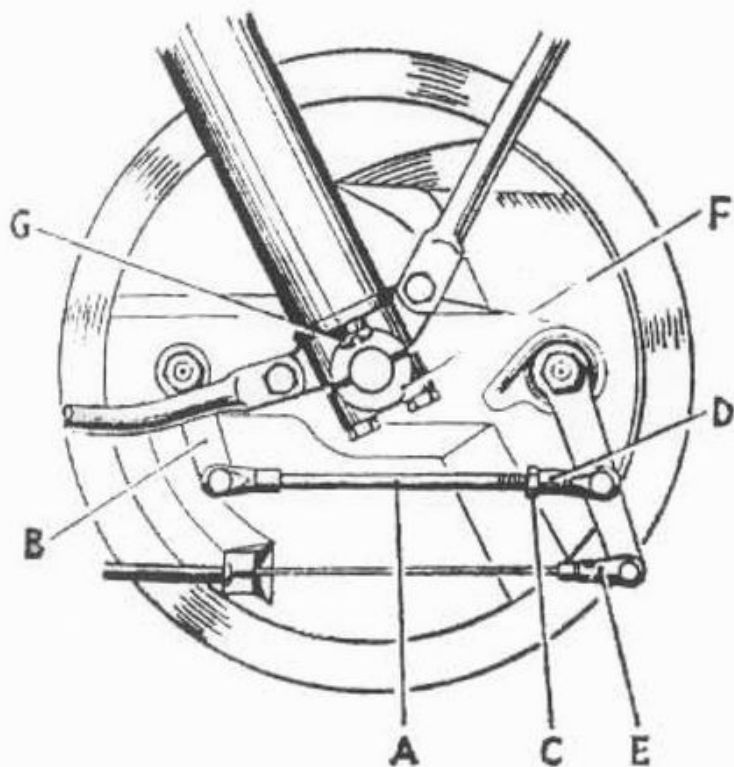
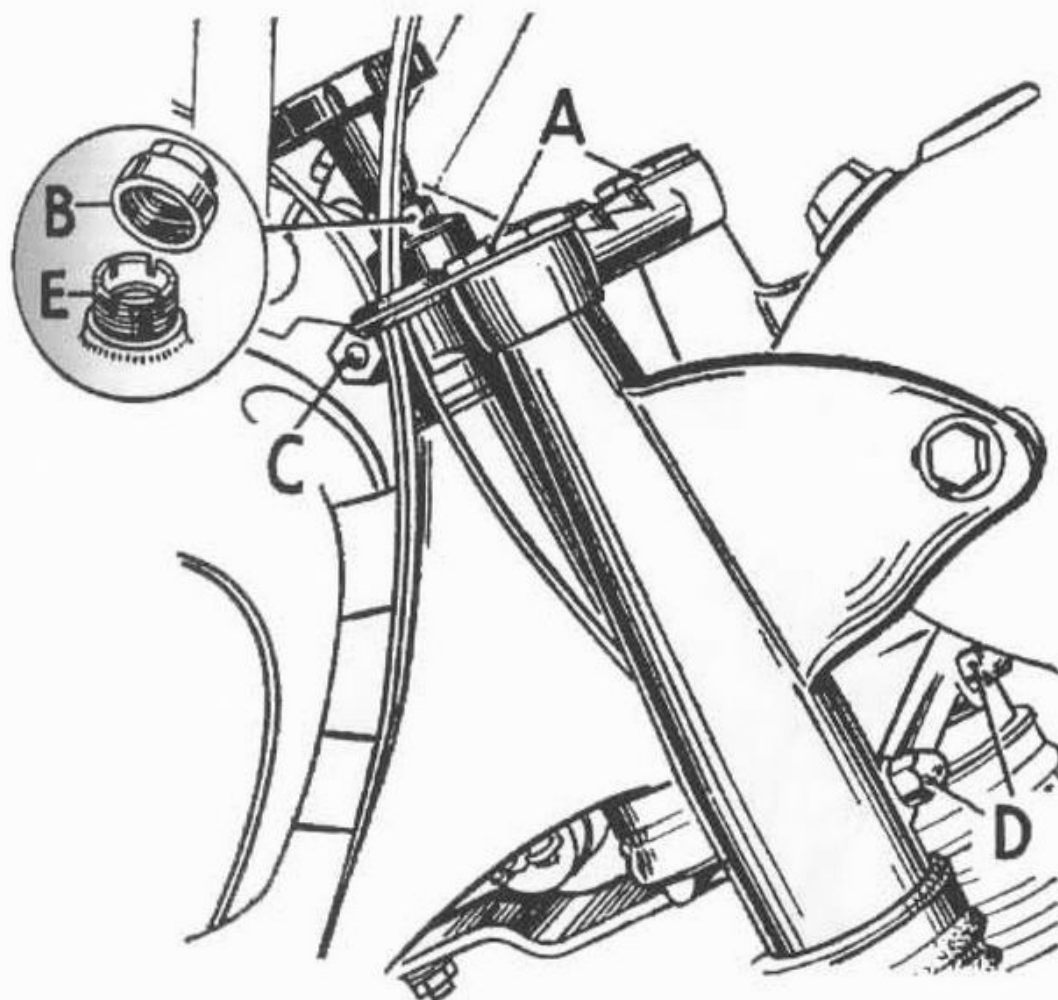

Fig. 27.
Fig. 30. Forcella anteriore e pipe dello sterzo (i particolari B e E sono presenti soltanto sul modello A).
Staccare il cavo del freno, previa rimozione delle graffa elastica o del perno e coppia dal cavallotto con perno di chiusura (E) Fig. 27 e 28, indi estrarre il cavo attraverso l'apposita apertura.
Togliere i dadi (A) Fig. 30, e le viti di spurgo (G) Fig. 27 e 29, situate all'estremità sottostante dell'elemento telescopico della forcella.
Allentare il frenasterzo e togliere il cappellotto (B) Fig. 30. Allentare i dadi (C) e (D) indi avvitarlo il manicotto filettato (E) fino a conseguire la prescritta regolazione. Impugnare lo sterzo e farlo girare lentamente. Le sterzate deve essere libera, e le forcelle devono girare senza resistenza; se il movimento è irregolare è sintomo che la regolazione è troppo serrata o che la pista del cuscinetto è usurata. Conseguita la debita regolazione, tornare a bloccare i dadi (C) e (D), indi ricollocare in posizione il cappellotto (B) e il frenasterzo.